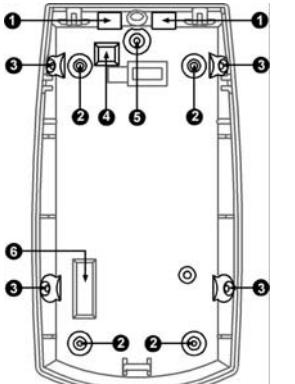

Fig 1 Knockout holes / Orificios troquelados / Trou de débouchure
3. Break out the desired holes for proper installation (Fig. 1 - 2) for flat mount or Fig. 1-3 for corner mount) Use 4 screws type 3x30mm.
3. Desgarrar los agujeros deseados para una instalación correcta ((Fig. 1 - 2) para marcar en el plano o (Fig. 1 - 3) para marcar en la esquina) Use 4 tornillos tipo 3x30mm.
3. Hacer los agujeros deseados para una instalación correcta ((Fig. 1 - 2) para marcar en el plano o (Fig. 1 - 3) para marcar en la esquina) Use 4 tornillos tipo 3x30mm.